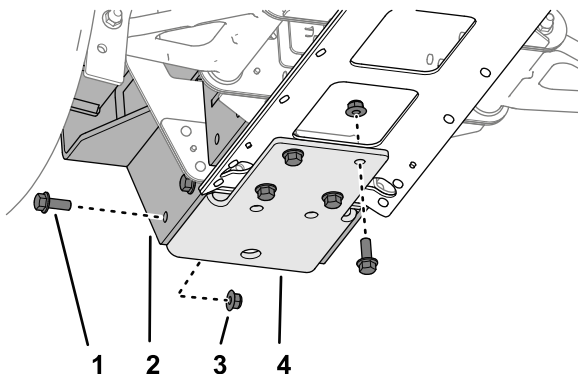

Figura 52
- Instalai fără a strânge suportul inferior, suportul de colectare a mingiilor i placa de canal central după cum este indicat în Figura 52 folosind 8 uruburi cu guler ($\frac{3}{8} \times 1''$) i 8 contrapiuliă cu guler ($\frac{3}{8}''$).
3. Îndepărtați cele 8 uruburi cu guler ($\frac{3}{8} \times 1"$), cele 8 contrapiuli cu guler ($\frac{3}{8}"$) și suportul inferior de la suportul de colectare a mingiilor (Figura 52).